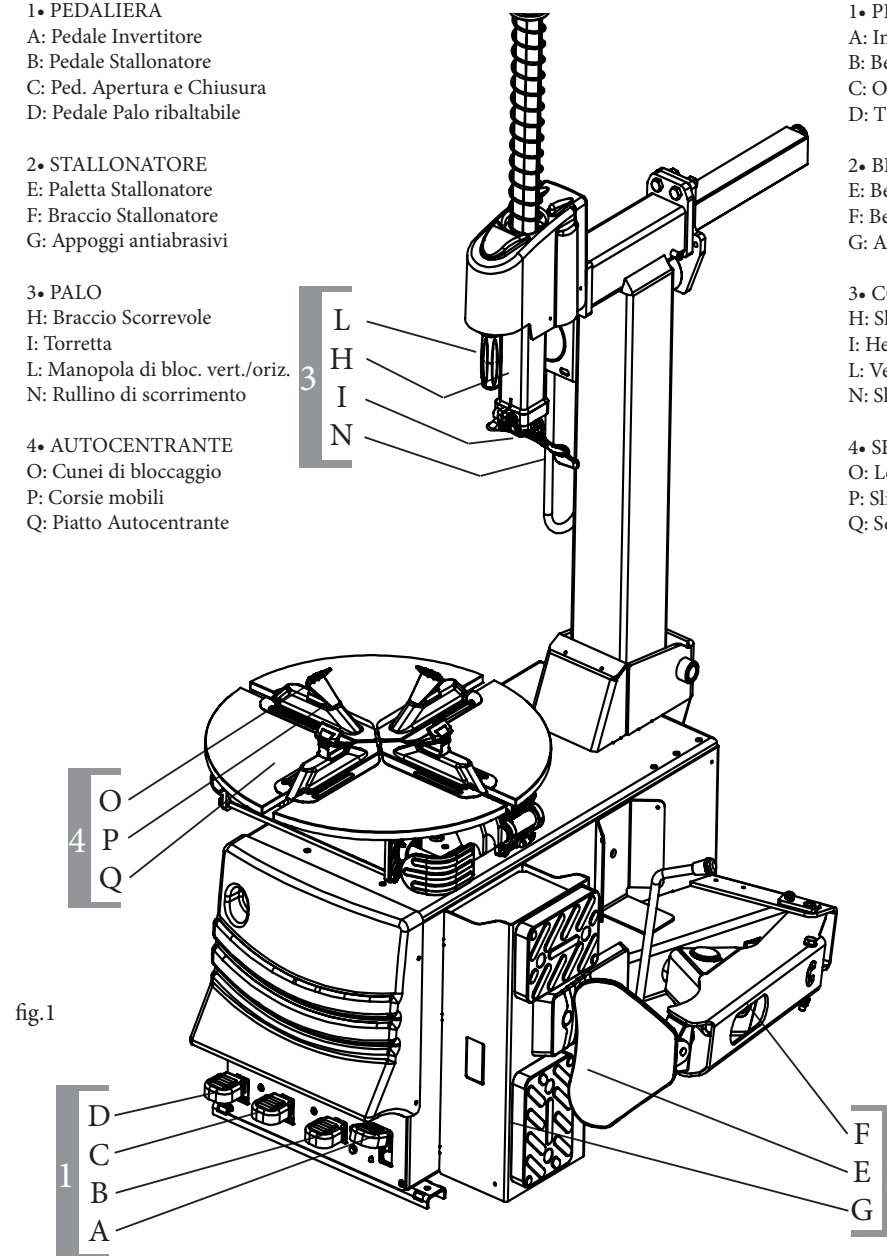

fig.1
PEDALIERA (fig.1) (1)
STALLONATORE (fig.1) (2)
GRUPPO PALO (Fig.1) (3)
AUTOCENTRANTE (Fig.1) (4)
PEDAL CONTROLS (fig. 1)(1)
BEAD BREAKER (fig. 1) (2)
COLUMN UNIT (Fig.1) (3)
SELF-CENTERING CHUCK (Fig.1) (4)
PÉDALIER (fig.1) (1)
AUTOCENTREUR (fig.1) (4)
FUßSCHALTUNG (Abb. 1) (1)
ABDRÜCKER (Abb.1) (2)
TRAGSÄULENGRUPPE (Abb.1) (3)
SELBSTZENTRIERER (Abb.1) (4)
JUEGO DE PEDALES (fig.1) (1)
DESTALONADOR (fig. 1) (2)
UNIDAD COLUMNA (fig. 1) (3)